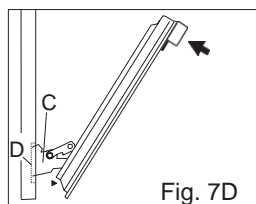
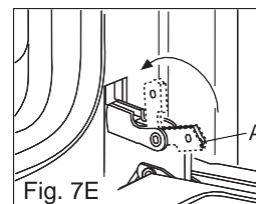

Fig. 7D
Fig. 7E
- 4) À l'aide des deux mains, exercer une légère pression de la porte vers l'intérieur en permettant aux charnières « **C** » de la porte de se détacher des rainures « **D** » (voir fig. 7D), puis tirer la porte vers vous jusqu'à ce qu'elle se détache du four. Après le nettoyage, remonter correctement la porte en suivant la procédure inverse, puis remettre en place les crochets « **A** » vers l'intérieur avant de fermer la porte (fig. 7E).